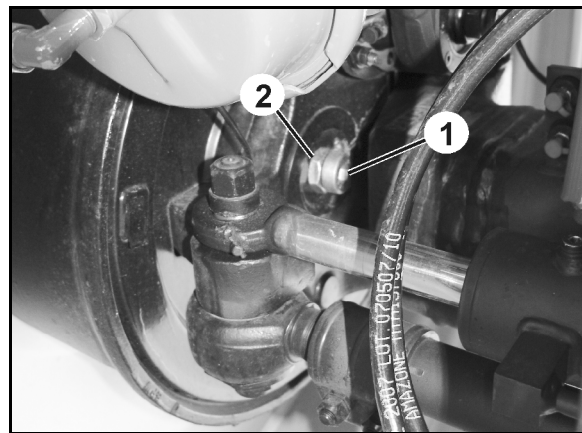

Fig. 45
2. Anschlagschrauben (Fig. 45/1) in Bremstrommel festziehen und mit Kontermutter (Fig. 45/2) sichern.